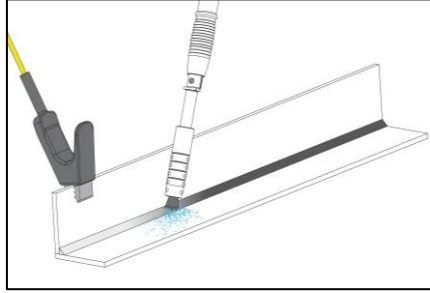

図 12
- カーボンブラシ M はトーチ電極では届きにくい隅の作業に適しております (図 12)